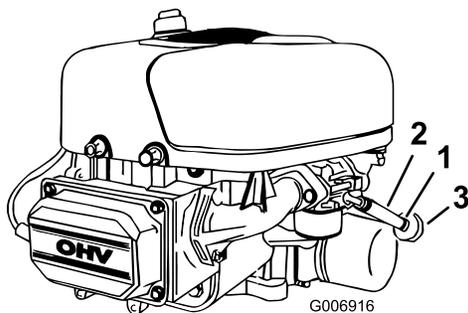

Figura 24
5. Aprite il cofano per accedere al filtro del carburante (Figura 24).
6. Premete le estremità della fascetta stringitubo e sfilatela dal tubo del carburante in direzione del serbatoio (Figura 24).
7. Staccate il tubo del carburante dal filtro (Figura 24) e spurgate la benzina in una tanica o in una bacinella di spurgo.
Il momento più opportuno per sostituire il filtro del carburante (Figura 24) è quando il serbatoio del carburante è vuoto. Non rimontate mai il filtro carburante sporco dopo averlo tolto dal tubo di alimentazione del carburante.
4. Premete le estremità delle fascette stringitubo ed allontanatele dal filtro del carburante (Figura 24).